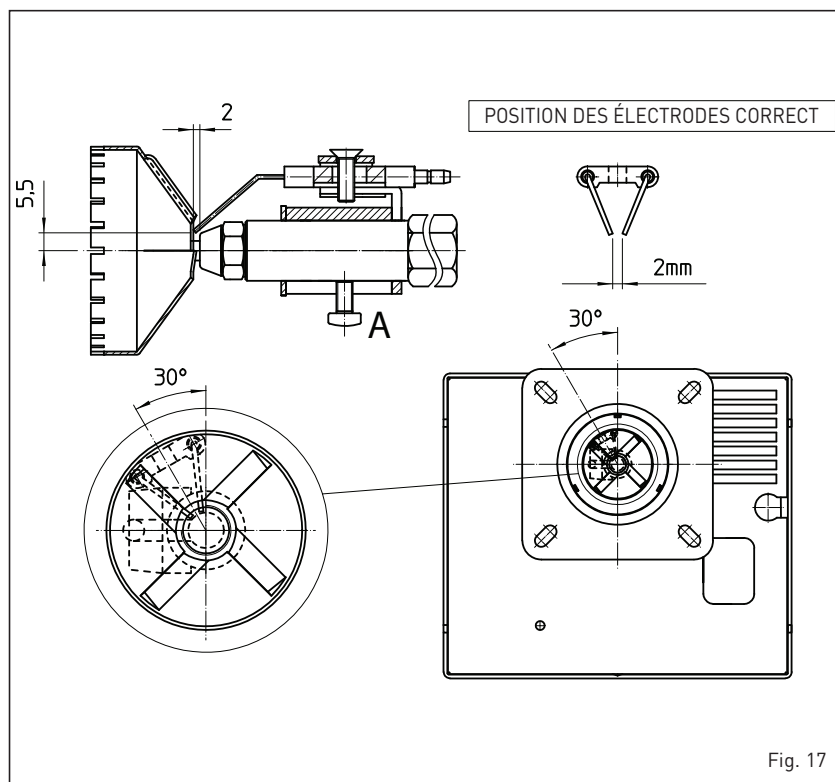

Fig. 17
4.7.2 Nettoyage de la tête de combustion (fig. 17)
comme suit (fig. 17):
- Desserrer la vis de fixation [A fig. 17] du support des électrodes et l'enlever.